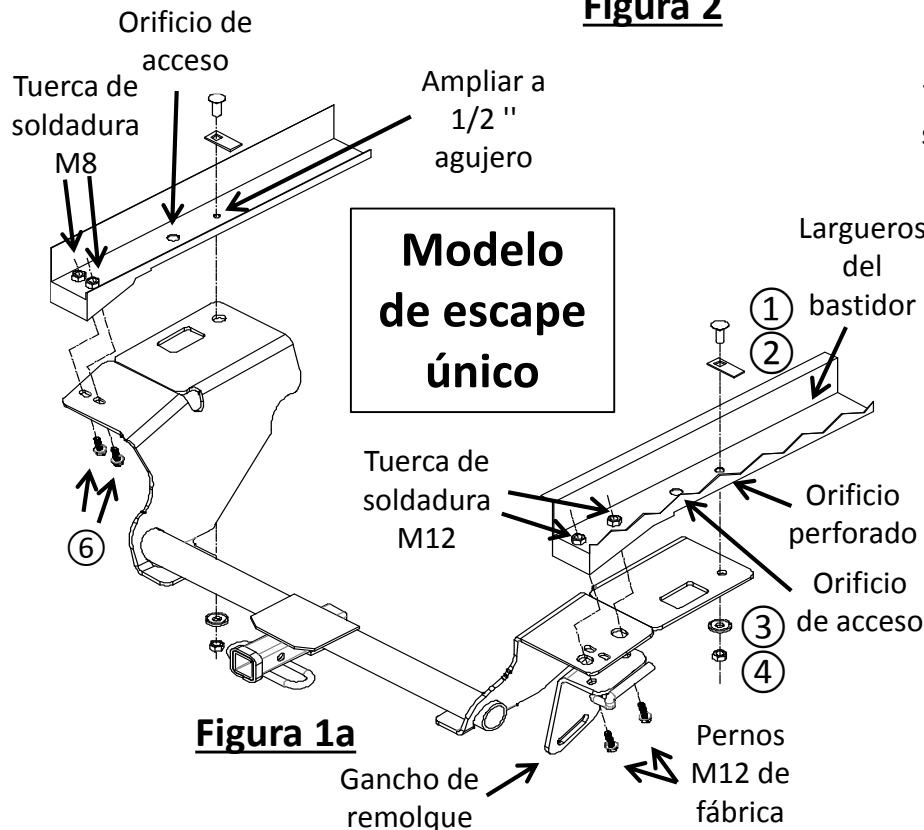

Figura 1a
- Agrandar el orificio de acceso:** Retirar los tapones de goma del orificio de acceso en el bastidor, ambos lados. Con una rectificadora de matrices equipada con una broca de corte, agrandar los orificios de acceso que se indican en la **Figura 1a, 1b**, para que quepa la cabeza del perno de carruaje ①, ambos lados. Utilizando el taladro de 1/2", agrande el agujero de fijación hacia adelante en el lado del conductor, vea la **Figura 1a, 1b**.
- Instalar el enganche:** (a) Con un cubo de 39 mm, quitar (2) pernos de fábrica M8 de los largueros del bastidor del lado del conductor. Devolver al propietario del vehículo.
(d) Volver a instalar el protector de calor. Levantar el enganche a su posición e instalar sin apretar (2) pernos M8 ⑥ en las tuercas de soldar existentes en el lado del conductor. Con (2) pernos M12 de fábrica, instalar el gancho de remolque encima del enganche, ver la **Figura 1a, 1b**. Con el enganche como plantilla, perforar un orificio de 1/2" a través del bastidor en el accesorio delantero del lado del pasajero.